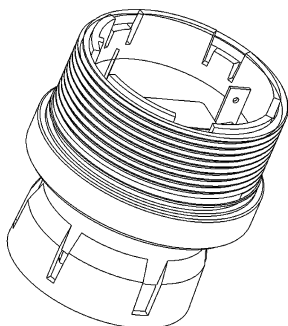

Рис. 14 Датчик и защитная крышка SensorGard
- (1) Вывинтите датчик из газоанализатора серии ULTIMA X[®] [→ Рис. 14].
- (2) Определите тип и приобретите необходимый датчик.
- (3) Замените датчик.